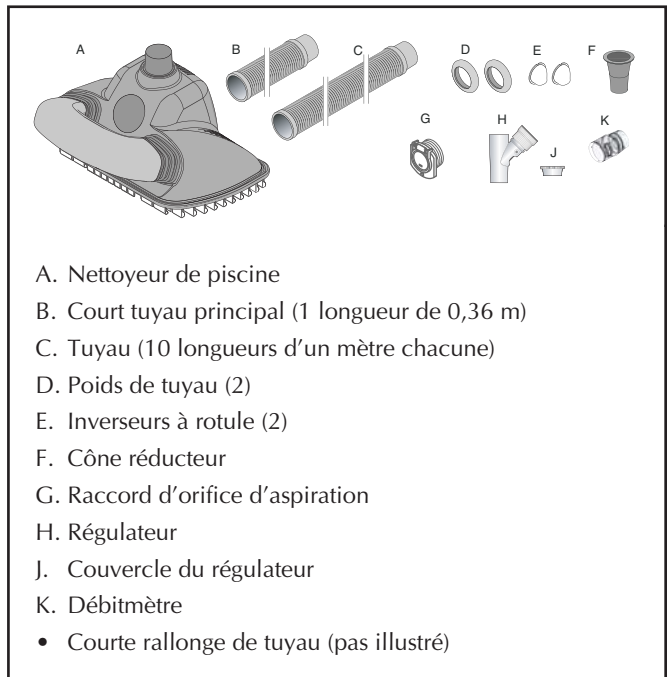

Figure 3
Étape 3 : Vérifier les pièces (Figure 3)